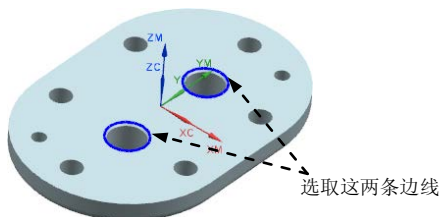

图 19.26 选择孔
Step1. 指定钻孔点。单击“铰”对话框 **指定孔** 右侧的  按钮, 系统弹出“点到点几何体”对话框, 单击 **选择** 按钮, 系统弹出“点位选择”对话框; 在图形区选取图 19.26 所示的孔边线, 分别单击“点位选择”对话框和“点到点几何体”对话框中的 **确定** 按钮, 返回“铰”对话框。